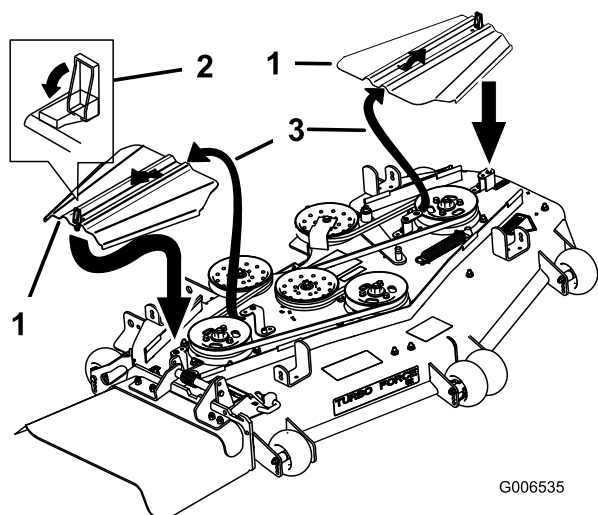

Figura 84
12. Montate i copricinghia infilandoli nelle linguette, avvitate i bulloni e chiudete i dispositivi di fermo (Figura 84).